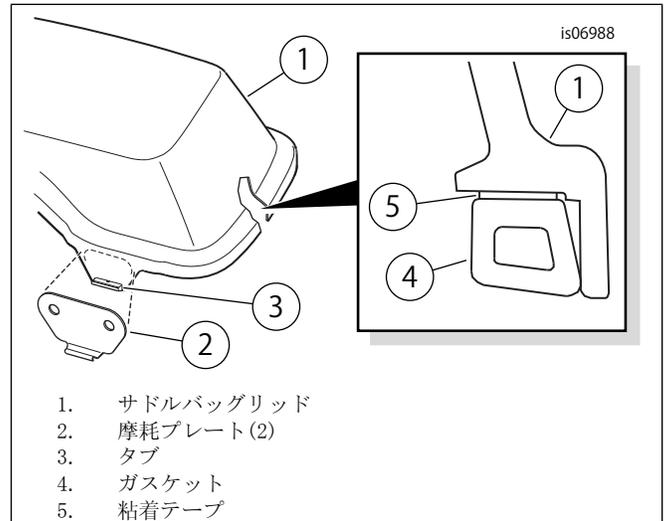

図3. 摩耗プレートとガスケットのサドルバッグリッドの取り付け
2. 「図3」を参照してください。摩耗プレート(2)の1つの粘着テープからライナーを外します。摩耗プレートをサドルバッグリッド(1)に慎重に付け、タブ(3)上でセンタリグして、しっかりはめます。摩耗プレートに一定の圧力をかけたまま、約1分間押さえ続けます。2つ目の摩耗プレートを使ってリッドの反対側でも繰り返します。
- ・ ガスケットの高い端を「図3」のようにカバーの外端に向けて並べます。
4. 図のように、ガスケットがリッド(1)の内周部に押し込まれた状態で、サドルバッグリッドガスケット(4)の粘着テープ(「図3」、アイテム5)からライナーをゆっくりと外します。